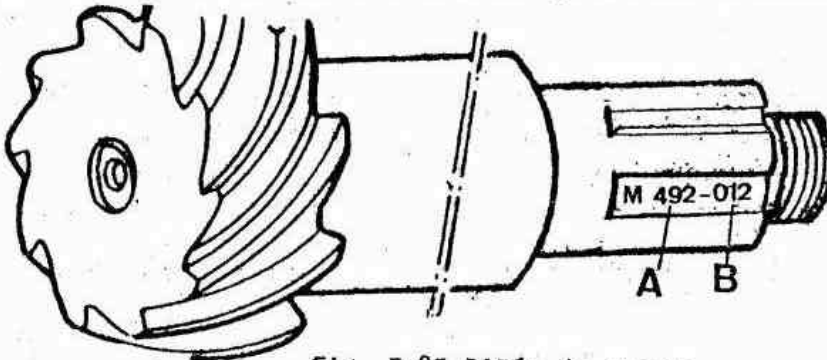

Fig. E-85 Piñón de ataque
- 3.4.3. Tomar nota de la cifra marcada en el piñón de ataque (Fig. E-85), - así como también del signo que precede a dicha cifra + ó -. El signo + nos indica qué ángulo de talla del piñón está por encima del centro geométrico de la corona y el signo -, que está por debajo. La cifra nos indica la altura del piñón con relación a la corona.